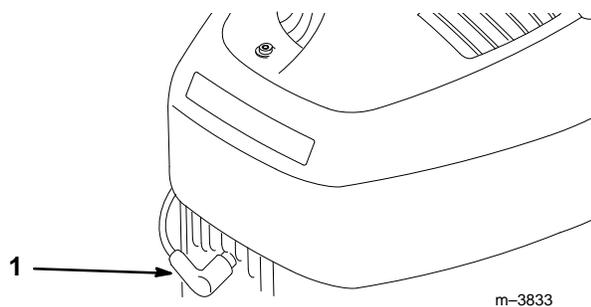

Figure 51
3. Retirer la bougie (Fig. 51) et faire tourner rapidement le moteur au moyen du cordon de démarreur pour expulser l'huile du cylindre. Nettoyer la bougie ou la remplacer si elle est fêlée, brisée ou si les électrodes sont usées.
7. Rebrancher le fil de bougie (Fig. 51).